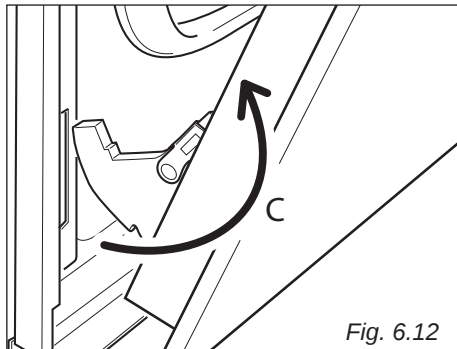

Fig. 6.12
- Retirez les crochets de charniere de leur emplacement en suivant la fleche "C" (fig. 6.12).